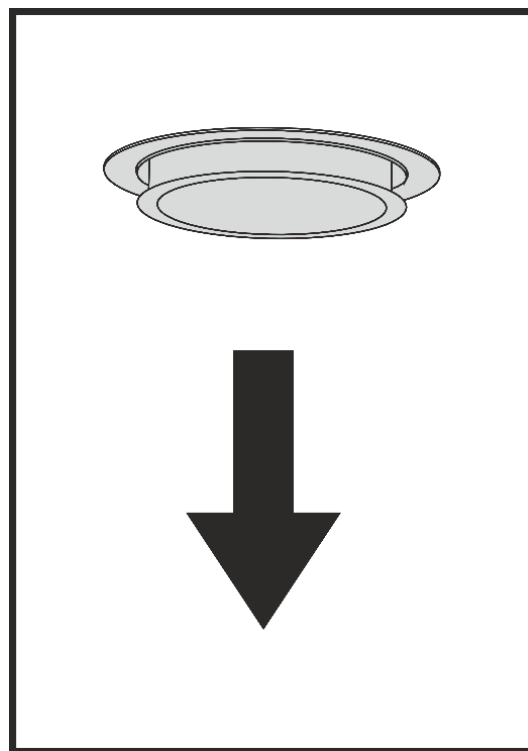

Рис.8
7.12 На вытяжке установлении **LED** лампы подсветки рабочей зоны плиты. Перед началом замены ламп освещения необходимо отключить вытяжку от электросети, дать возможность охолонуть лампам. Для замены лампы необходимо снять алюминиевый фильтр, слегка надавить на лампу в направлении патрона и вынуть из корпуса вытяжки (рис.8). Вместо нее необходимо установить новую с теми же характеристиками и установить фильтр.